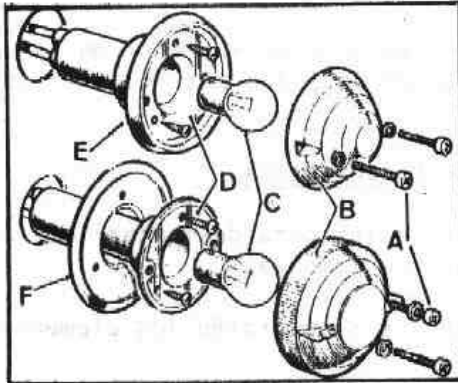

Fig. P-16 Desmontaje de pilotos traseros
- 3.1. Empleando un destornillador del tipo Phillips, desmontar los tornillos, A (Fig. P-16) y extraer la pasta, B, de situación y pare, y direccional.
- 3.5. Desmontar los portalámparas, E y F (Fig. P-16), retirando los elementos de fijación.